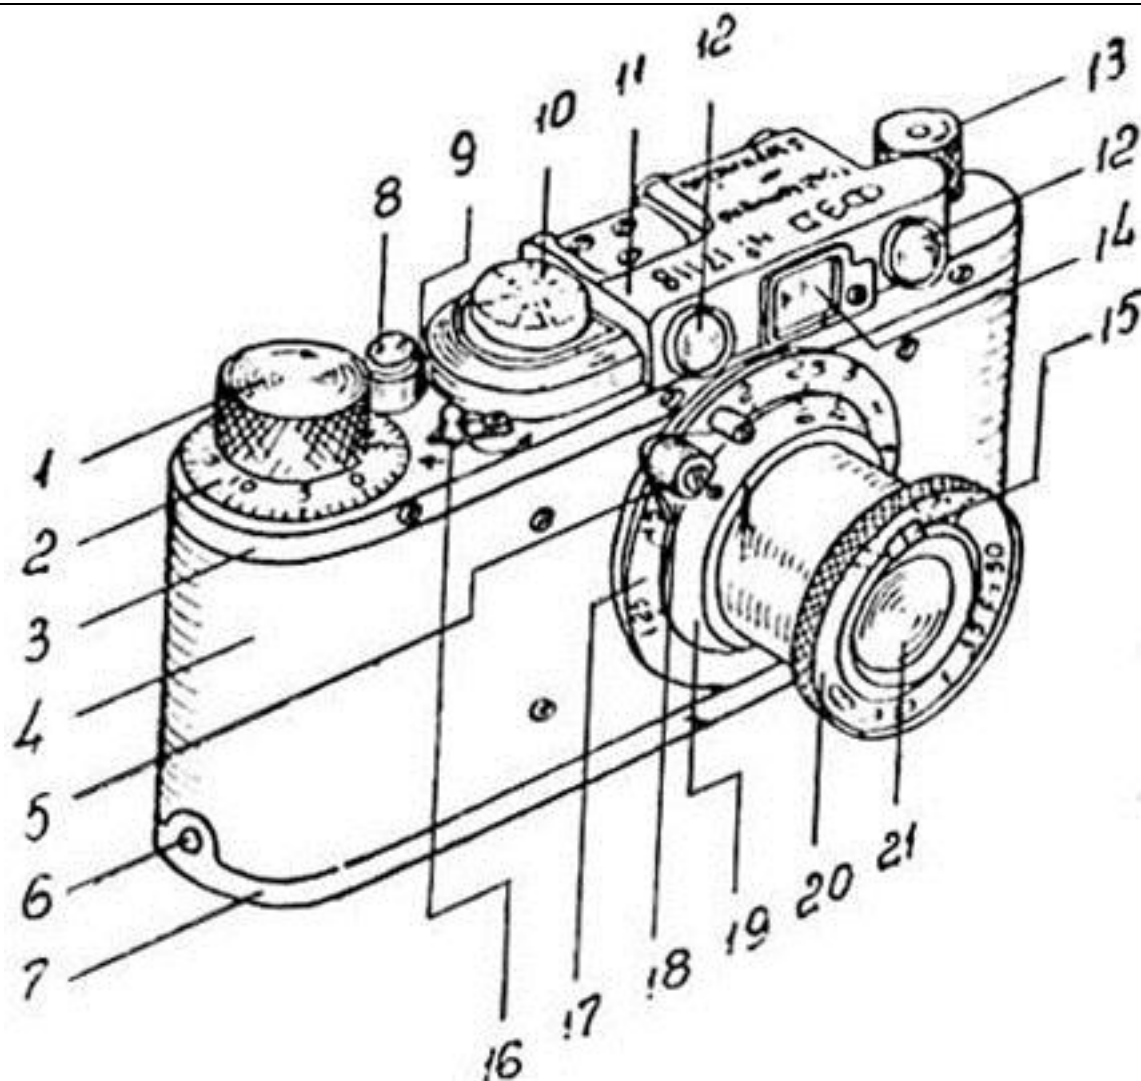
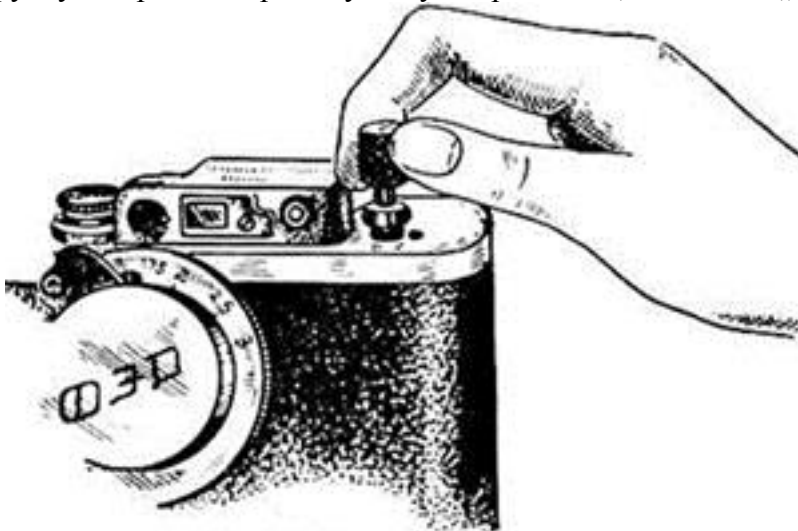
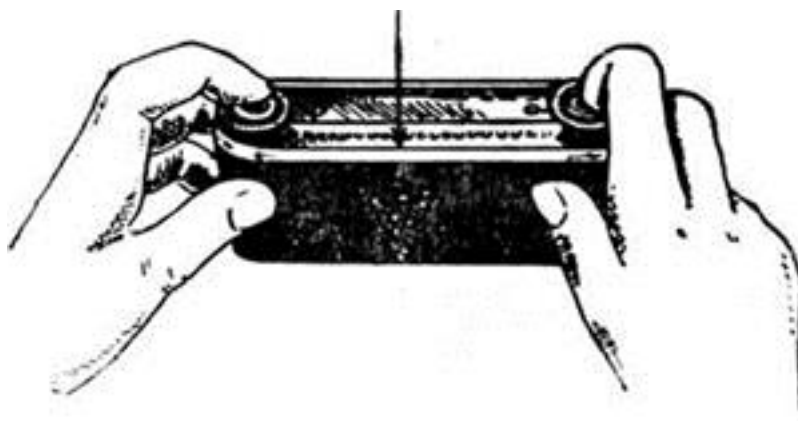

Рис. 1. Общий вид аппарата „ФЭД“ и детали механизма управления аппаратом.
Рис. 3. Перематывание пленки.
Рис. 10. Зарядка аппарата. Стрелкой показана щель для пленки.
„ФЭД“ состоит (Рис. 1) из металлического корпуса (4), покрытого пластмассой (или вулканизированной резиной) с двумя металлическими, хромированными крышками — верхней, несъемной (3), на которой сосредоточен механизм управления аппаратом и нижней, съемной крышкой (7).
На передней стенке аппарата (Рис. 1) помещен объектив (21) в оправе с червячным ходом. На переднем кольце оправы объектива выгравирована шкала диафрагм (20), рассчитанная по системе относительных отверстий в последовательности — 1:3,5; 1:4,5; 1:6,3; 1:9; 1:12,5; 1:18, при чем, для экономии места, числитель 1 (единица) на шкале, как обычно, опущен. Диафрагмирование объектива производится при помощи движка (15). Шкала расстояний (17) выгравиро-
Для обратного перематывания заснятой пленки в кассету надо, выключив механизм подачи пленки, поднять головку вверх до отказа (Рис. 3) и вращать ее по направлению стрелки, выгравированной на головке. По окончании перематывания головку опускают до отказа и снова включают механизм подачи пленки, повернув выключатель (16) до упора в стержень, выступающий на крышке.
Для этого открытый аппарат держат верхней крышкой вниз, обращая аппарат передней (объективной) стенкой от себя, передвигают предварительно выключатель механизма подачи пленки (Рис. 1/16) к букве „В“ и осторожно вдвигают кассету и аппаратную катушку в их гнезда в аппарате, следя, чтобы пленка попала в щель у задней стенки аппарата (Рис. 10).
Теперь осторожно вращают головку для перематывания пленки (Рис. 1/13), наблюдая, чтобы перфорация пленки совпала с зубцами механизма подачи пленки. Затем закрывают нижнюю крышку аппарата, переводят выключатель механизма подачи пленки от буквы „В“, исходное положение, заводят затвор и производят спуск его, вторично заводят затвор и производят спуск, в третий раз заводят затвор. Признаком того, что пленка перематывается при заводе затвора, служит вращение головки (Рис. 1/13) в сторону, обратную стрелке, выгравированной на головке. Наконец устанавливают, как выше было описано, шкалу счетчика кадров (Рис. 1/2) на „0“ (нуль).
После того, как содержащаяся в кассете пленка исчерпается (узнают об этом по счетчику кадров, помня, что отрезка пленки в 1,60 м достаточно для производства 36 снимков, а также по тому, что головка для завода затвора не заводится), выключают механизм подачи пленки, переводя выключатель по стрелке к букве „В“, выдвигают головку механизма перематывания пленки (Рис. 1/13) и вращают ее в направлении стрелки, выгравированной на головке (Рис. 3). Тем самым пленка перематывается с аппаратной катушки снова в кассету. Признаком того, что вся